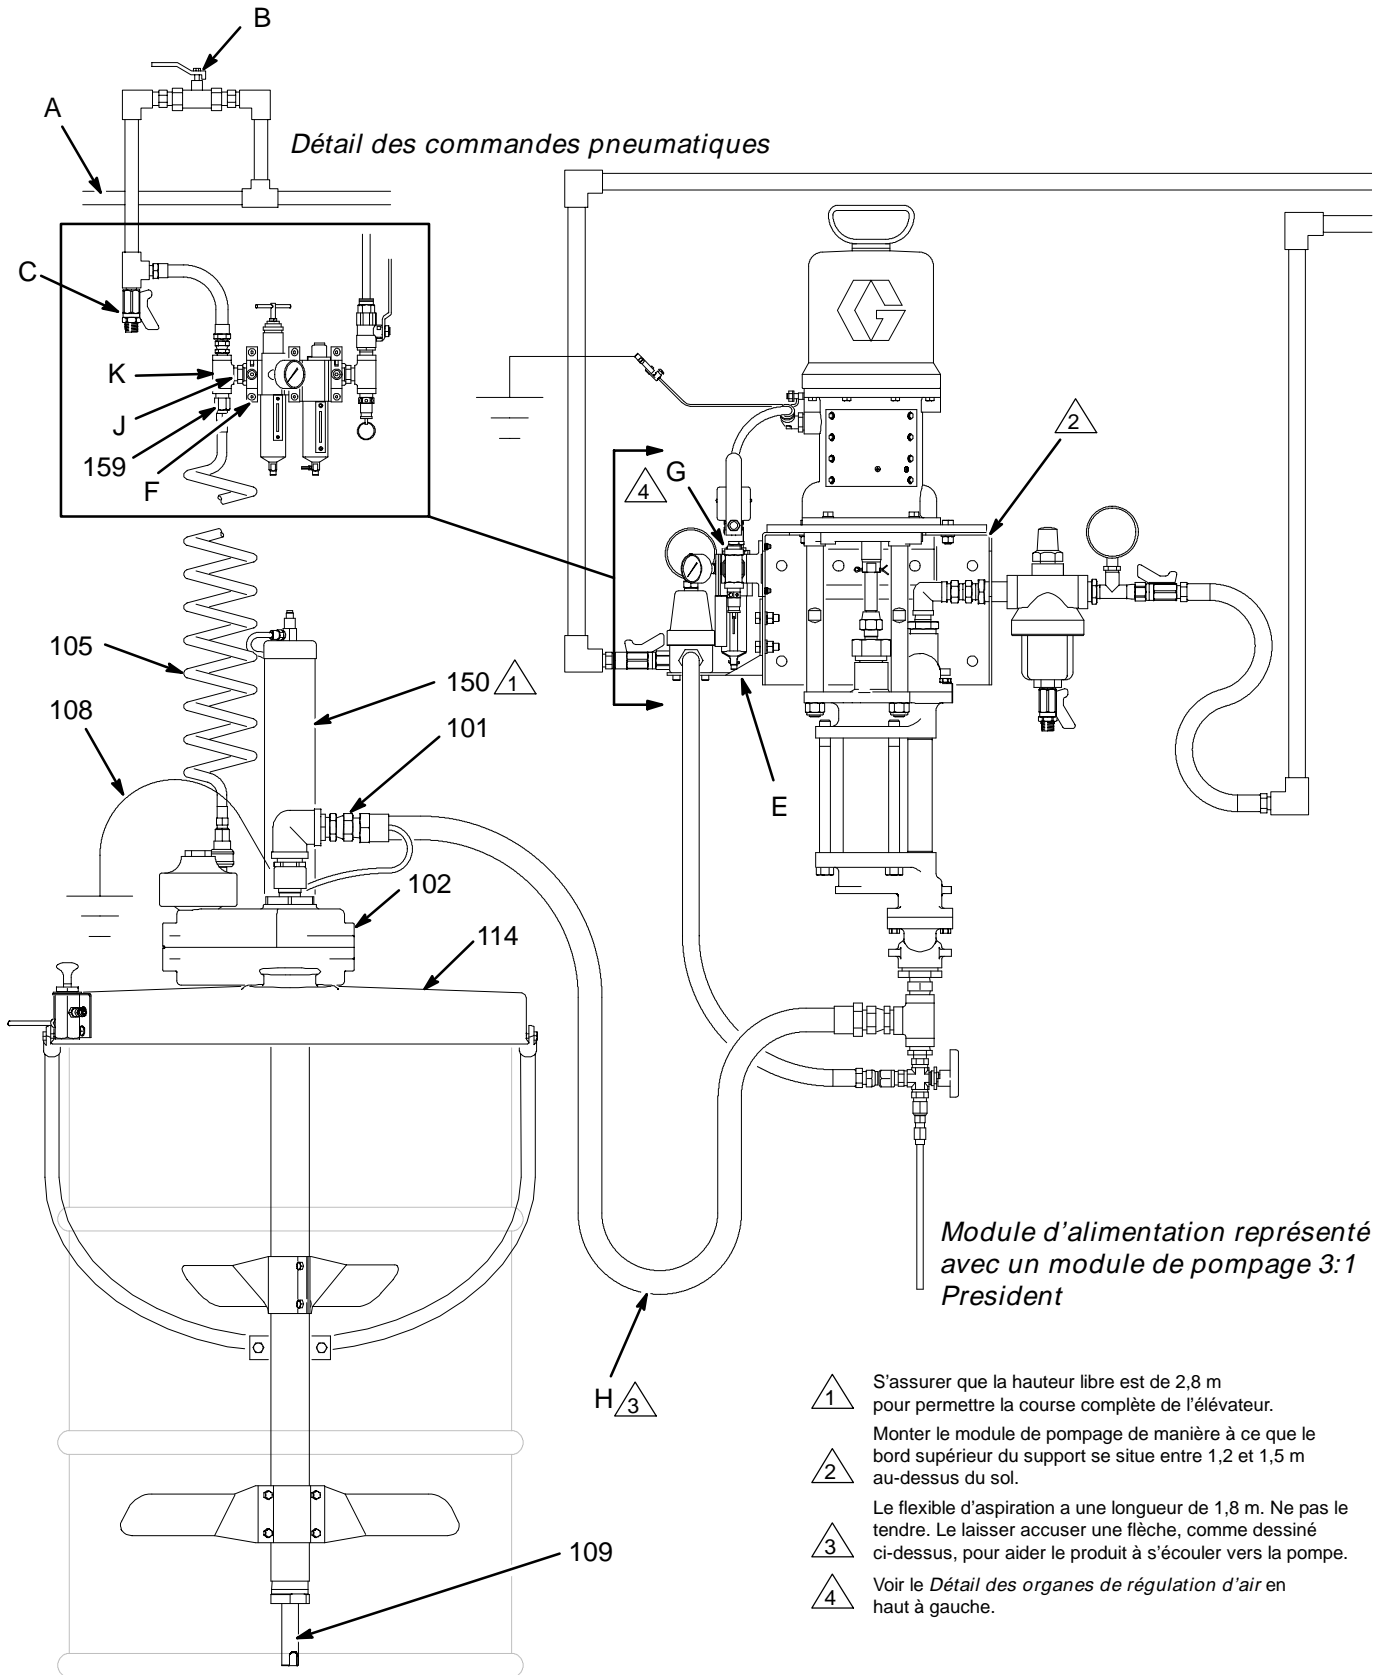

Fig. 1
Voir Fig. 1. Installer une tuyauterie d'air comprimé (A) entre le compresseur et le module d'alimentation. Veiller à ce que tous les flexibles soient bien dimensionnés et conformes à la pression du système. N'utiliser que des flexibles conducteurs d'électricité. Les embouts du flexible d'air doivent posséder un filetage de 3/8 npt(m).
REMARQUE: Se reporter à la figure 1, au schéma dimensionnel en page 14 et à la disposition des trous de fixation en page 15.
2. Enlever et rebuter le tube d'aspiration existant monté à l'extrémité du flexible d'aspiration (H).
3. Disposer l'élévateur (150) de manière à ce que le flexible d'aspiration de la pompe (H) atteigne le raccord tournant (101) situé sur le dessus de l'agitateur (102). Le flexible d'aspiration mesure 1,8 m. Ne pas le tendre. Le laisser accuser une flèche, comme dessiné à la Fig. 1, pour aider le produit à s'écouler vers la pompe.
5. Brancher le flexible d'aspiration sur le raccord tournant (101) de l'agitateur (102). Brancher le fil de terre du flexible d'aspiration sur la borne de terre de l'agitateur comme indiqué à la page 8.
6. Desserrer la vis imperdable et ouvrir le raccord rapide (F) situé sur l'ensemble filtre/régulateur/lubrificateur d'air (G).
7. Faire coulisser l'adaptateur (J) hors du connecteur rapide (F). Ôter l'obturateur de l'orifice inférieur du té (K) et le mettre au rebut.
8. Tirer le flexible en spirale (105) vers le haut et le faire passer dans le grand trou pratiqué dans le support (E) du régulateur de pression de retour.
9. Visser l'adaptateur (159) situé à l'extrémité du flexible en spirale (105) sur le té (K).
10. Faire coulisser l'adaptateur (J) dans le raccord rapide (F), fermer et serrer la vis imperdable.
Voir Fig. 1.
- Le produit en envoyé à la pompe via le **le tube d'aspiration (109)**. Le tube d'aspiration est monté à l'intérieur de l'arbre de l'agitateur (102). Voir Fig. 1.
- **L'agitateur à engrenages (102)** sert à maintenir le produit en suspension. Il comprend aussi un tube d'aspiration (109) permettant de pomper le produit dans un fût de 200 litres.
- **L'élévateur pneumatique (150)** permet de soulever le couvercle du fût et de sortir l'agitateur du fût vide, de remplacer le fût et de laisser descendre l'agitateur dans le nouveau fût.
- **Le couvercle en acier inoxydable (114)** convient à un fût de 200 litres.